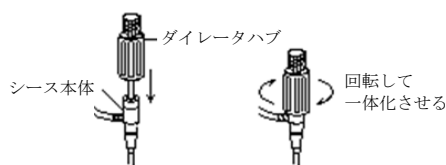

図1
3. 付属のシース内部をサイドチューブからヘパリン加生理食塩水でフラッシュし、三方活栓をロック後、シースに付属のダイレクタを注意深く通す。その後ダイレクタハブを時計方向に回して確実に締め込み一体化(ロック)する。(図1参照)